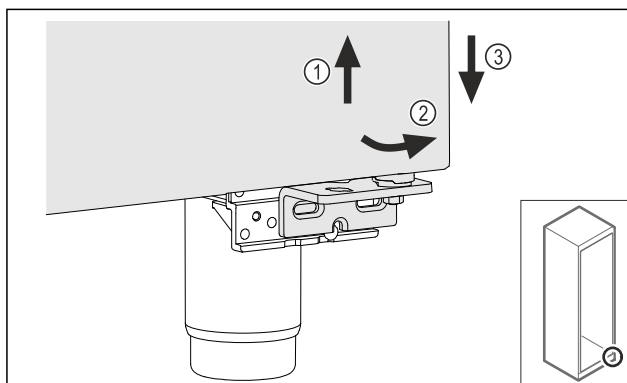

Fig. 19
- Немного приподнимите дверь Fig. 19 (1), наклоните снизу вперед Fig. 19 (2) и опустите Fig. 19 (3).